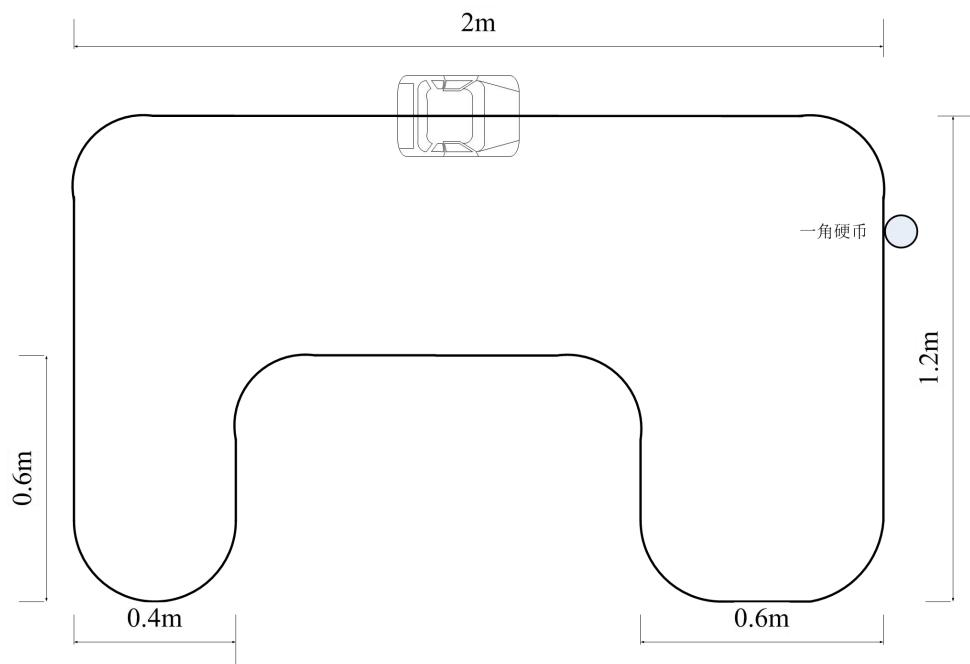

图 1 跑道示意图
设计制作一个自动循迹小车。小车采用一片 TI 公司 LDC1314 或 LDC1000 电感数字转换器作为循迹传感器，在规定的平面跑道自动按顺时针方向循迹前进。跑道的标识为一根直径 0.6~0.9mm 的细铁丝，按照图 1 的示意尺寸，用透明胶带将其贴在跑道上。图中所有圆弧的半径均为 20cm \pm 2cm。
- (1) 在图 1 小车所在的直线区任意指定一起点（终点），小车依据跑道上设置的铁丝标识，自动绕跑道跑完一圈。时间不得超过 10 分钟。小车运行时必须保持轨迹铁丝位于小车垂直投影之下。如有越出，每次扣 2 分。 (40 分)
- (2) 实时显示小车行驶的距离和运行时间。 (10 分)
- (3) 在任意直线段铁丝上放置 4 个直径约 19mm 的镀镍钢芯硬币（第五套人民币的 1 角硬币），硬币边缘紧贴铁丝，如图 1 所示。小车路过硬币时能够发现并发出声音提示。 (20 分)
- (4) 尽量减少小车绕跑道跑完一圈运行时间。 (25 分)
- (5) 其他。 (5 分)
- (6) 设计报告 (20 分)